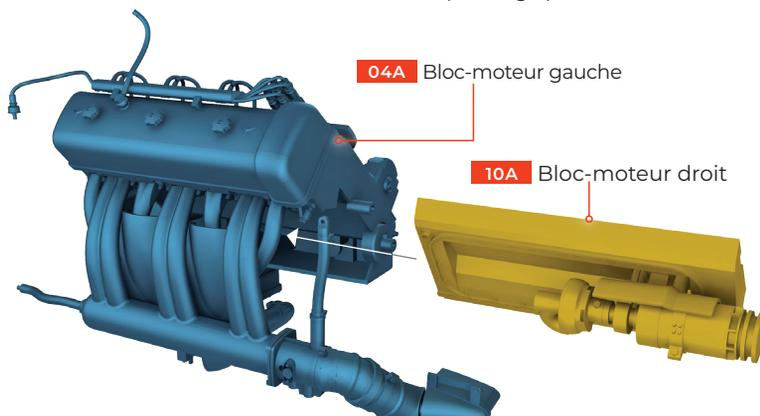

Fig. 1
■ Prenez en main le groupe moteur du numéro 9 de ce magazine. Orientez le bloc-moteur droit **10A** comme sur le schéma et insérez le module sous les conduits d'admission et d'échappement jusqu'à ce qu'il se trouve à côté du bloc gauche **04A**. Pressez les blocs l'un contre l'autre et fixez-les à l'aide de deux vis **MM** (voir Fig. 1).